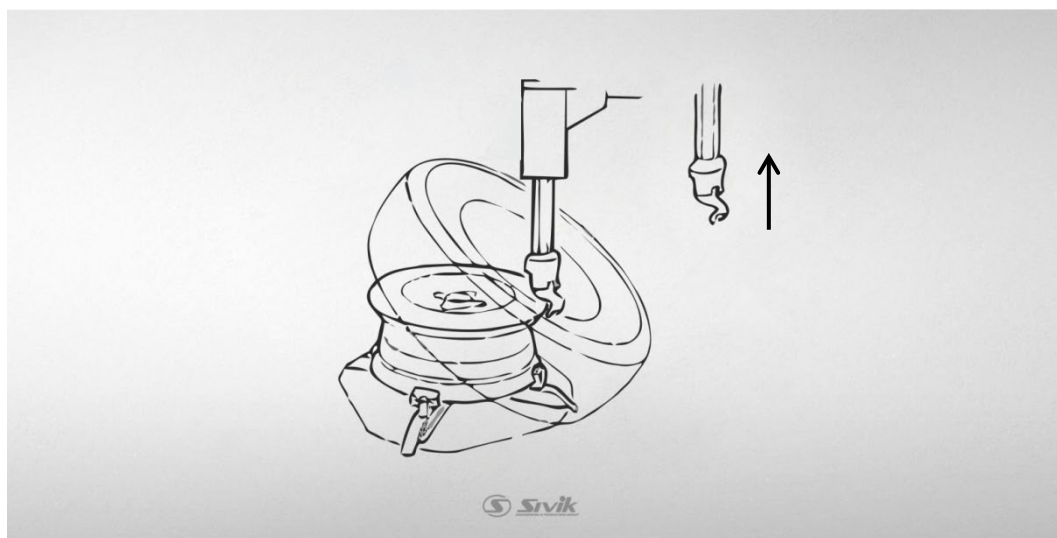

Рисунок 32
- Установите шину на диск под углом (см. Рисунок 32) и, повернув рычаг фиксатора перевести монтажную головку в рабочее положение.